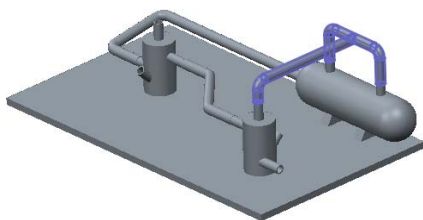

图 16.2.38 生成实体管道
Step1. 单击 **视图** ▾ 区域中的 **管线视图** 按钮，模型树显示为管道系统树，选中 **L3** 和 **L4** 节点然后右击，在弹出的快捷菜单中选择 **实体** → **创建** 命令，此时模型中显示图 16.2.38 所示的实体管道。